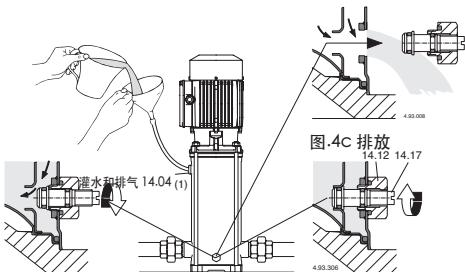

图.4a 灌水：
- 中文 4. 从接线盒上卸下电源电缆，取下螺丝(70.18)及螺母(70.19)并从联轴器(64.22)上拆下电机(图.4a)。